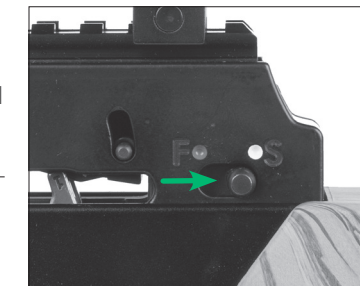

FIGURA 17
Antes de cargar una flecha, asegúrese de que el seguro esté activado. Cuando el seguro está activado, el interruptor del seguro estará bajo la posición (S)AFE (Seguro activado) y el punto blanco (Figura 17).
Para activar manualmente el seguro, deslice el interruptor del seguro (Parte 20) hacia atrás hasta que oiga y sienta que encaja en su lugar. Confirme que el interruptor del seguro se ha movido desde debajo de la posición (F)IRE (Fuego) y el punto rojo a debajo de la posición (S)AFE (Seguro activado) y el punto blanco, como se ilustra en la Figura 17.
- ADVERTENCIA:** SI, POR CUALQUIER MOTIVO, EL INTERRUPTOR DEL SEGURO NO HACE CLIC COMPLETAMENTE EN LA POSICIÓN DE (S)AFE (SEGURO ACTIVADO) MIENTRAS LA BALLESTA ESTÁ AMARTILLADA, DESAMARTILLE LA BALLESTA DE FORMA SEGURO DISPARANDO UNA FLECHA A UN BLANCO SEGURO. NO UTILICE LA BALLESTA NI INTENTE AMARTILLARLA. LLAME A SERVICIO AL CLIENTE DE CENTERPOINT ARCHERY AL (866) 726-1122 PARA OBTENER UNA REPARACIÓN AUTORIZADA.